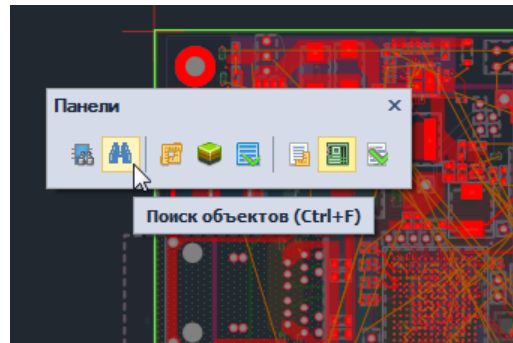

Рис. 101 Вызов инструмента «Поиск объектов»
1. Открыть плату проекта в редакторе печатных плат и вызвать панель «Поиск объектов». Панель можно вызвать с помощью кнопки «Поиск объектов», обозначенной значком  на панели инструментов «Панели», см. Рис. 101, либо нажав клавишу, предназначенную для данного действия (по умолчанию для вызова панели «Поиск объектов» назначено сочетание «Ctrl+F»).